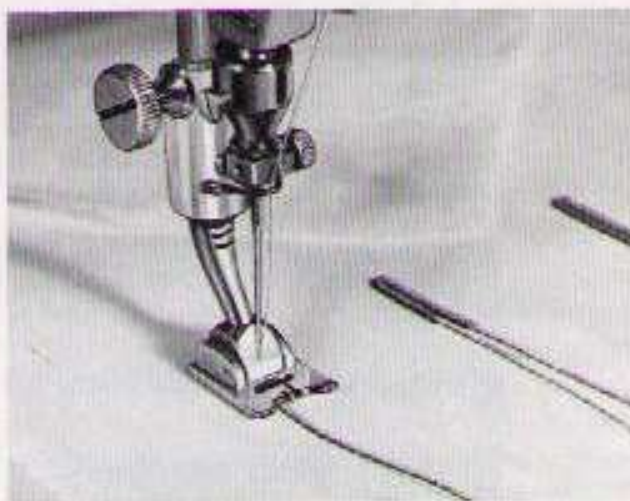

Fig. 33
- 1 - Adapte el prensatelas para ojales, marcado con 3 trazos negros en el cuerpo (Fig. 33).